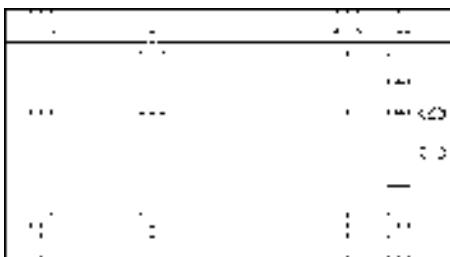

图 13-74 绘制墙体
7) 调用“绘制墙体”命令，在弹出的“绘制墙体”对话框中设置墙体的高度参数为 3000mm，左宽参数为 120mm，右宽参数为 120mm，在上一小节中偏移得到的轴线的基础上绘制墙体，结果如图 13-74 所示。